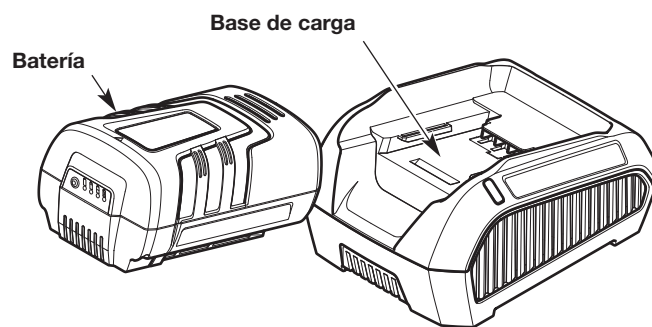

Fig. 2
2. Inserte la batería en la base de carga (Fig. 2). Empuje la batería con firmeza hasta que quede trabada en su lugar.